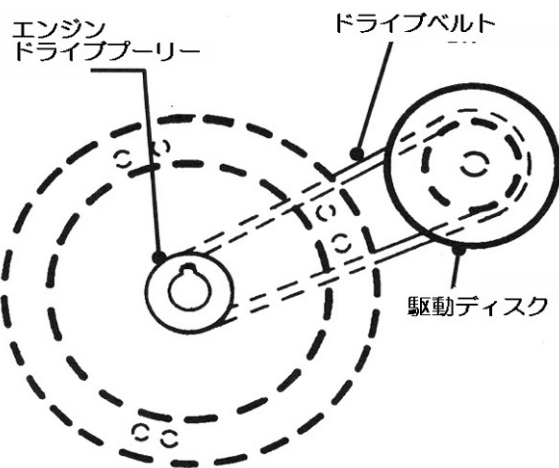

図6-14
① エンジンベルトの交換
1. このモデルはアイドルプーリーが無い型式です。(図6-14)